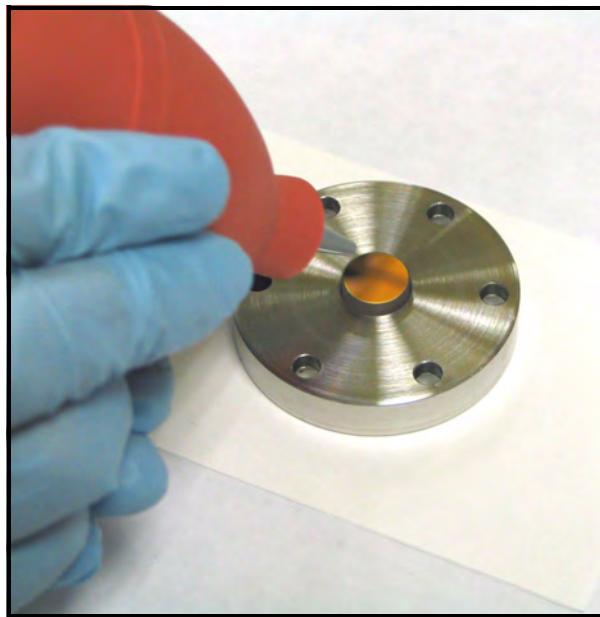

Figura 79: Secado del espejo
9. Utilice el soplador para aplicar aire seco sobre la superficie del espejo. Utilice el soplador varias veces hasta que se seque la superficie del espejo (vea la Figura 79).